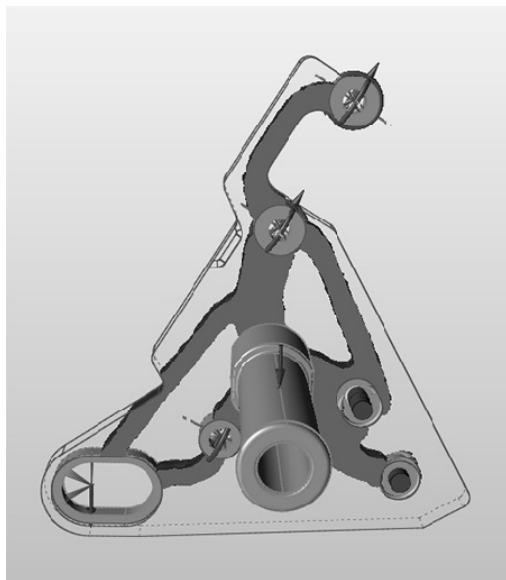

图 7-18
7) 双击运行的名称查看结果。此时会显示优化过的形状，如图 7-18 所示。